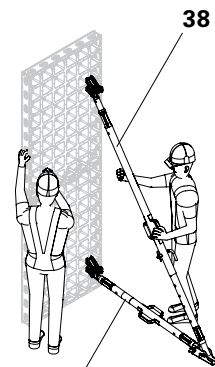

Fig. B1.04
2. Montare i puntelli di stabilizzazione (38, 39) secondo la distanza d'influenza adm. (Fig. B1.04)